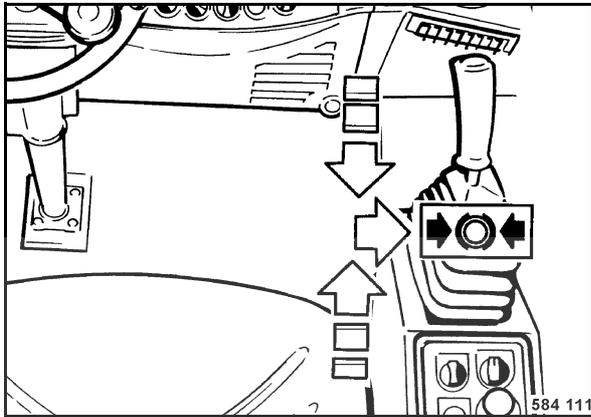

fig. 51
- Ramener lentement le levier de commande de marche (fig. 51) sur position neutre puis l'enclencher vers la droite sur position de freinage.